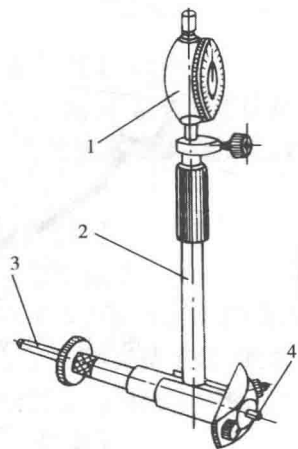

图 1-17 内径百分表
② 百分表读数方法:大指针顺时针转,测量尺寸增大,反之减小。先读小指针转过的刻度线(即毫米整数),再读大指针转过的刻度线(即小数部分),并乘以 0.01 ,然后两者相加,即得到所测量的数值。
(2) 内径百分表:内径百分表配上成套的可调测量头和连接杆,使用前进行组合和校对,就可以测量工件内孔(内表面)的精度,如图 1-17 所示。组合时,将百分表装入连接杆内,使小指针在 $0\sim 1$ 的位置,长针和连接杆轴线重合。